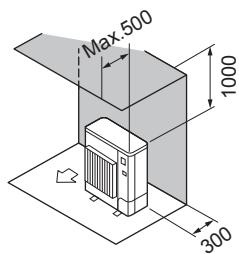

Fig. 2-8
② Alleen obstakels aan de achter- en bovenzijde (Fig. 2-8)